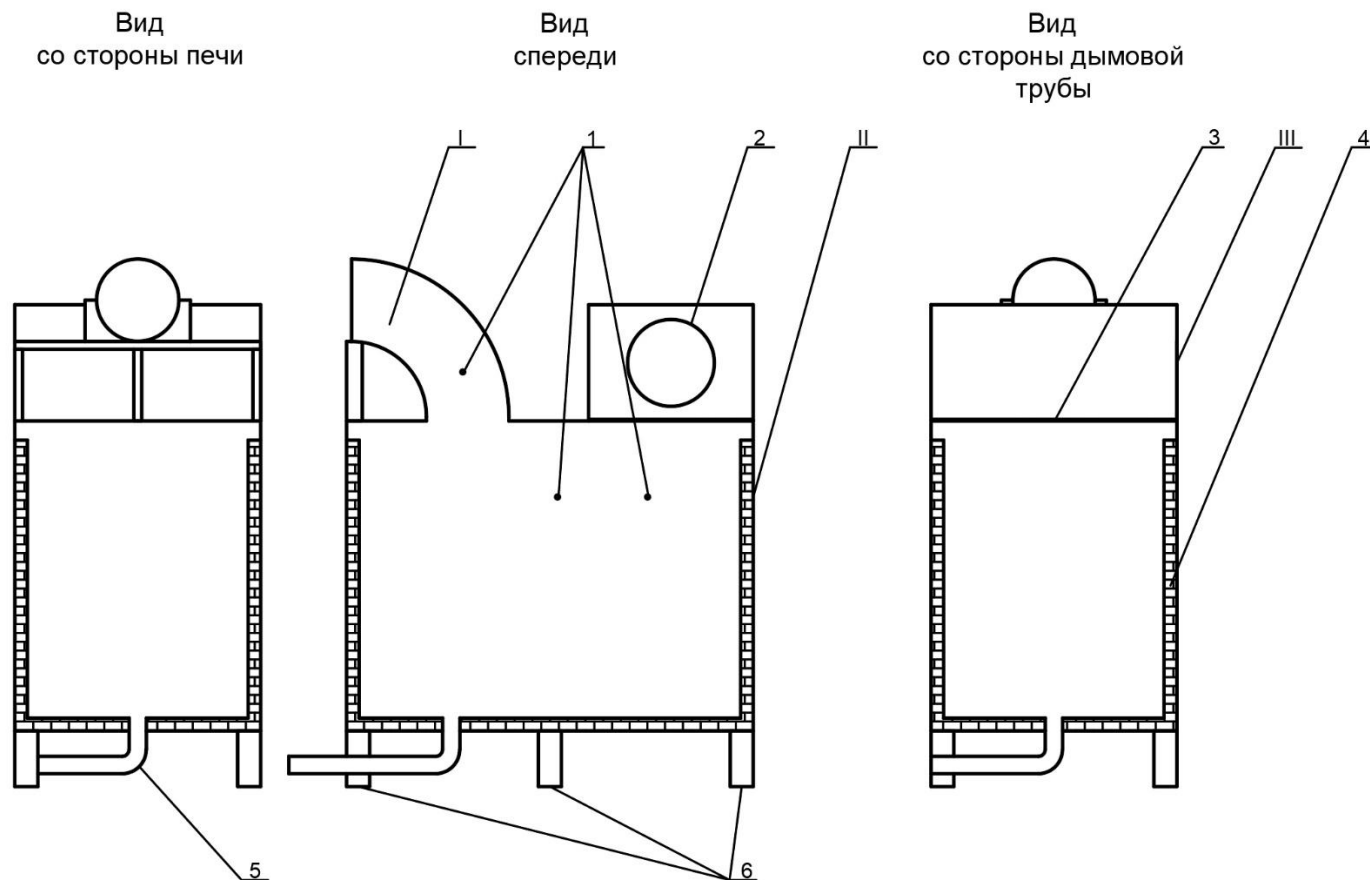
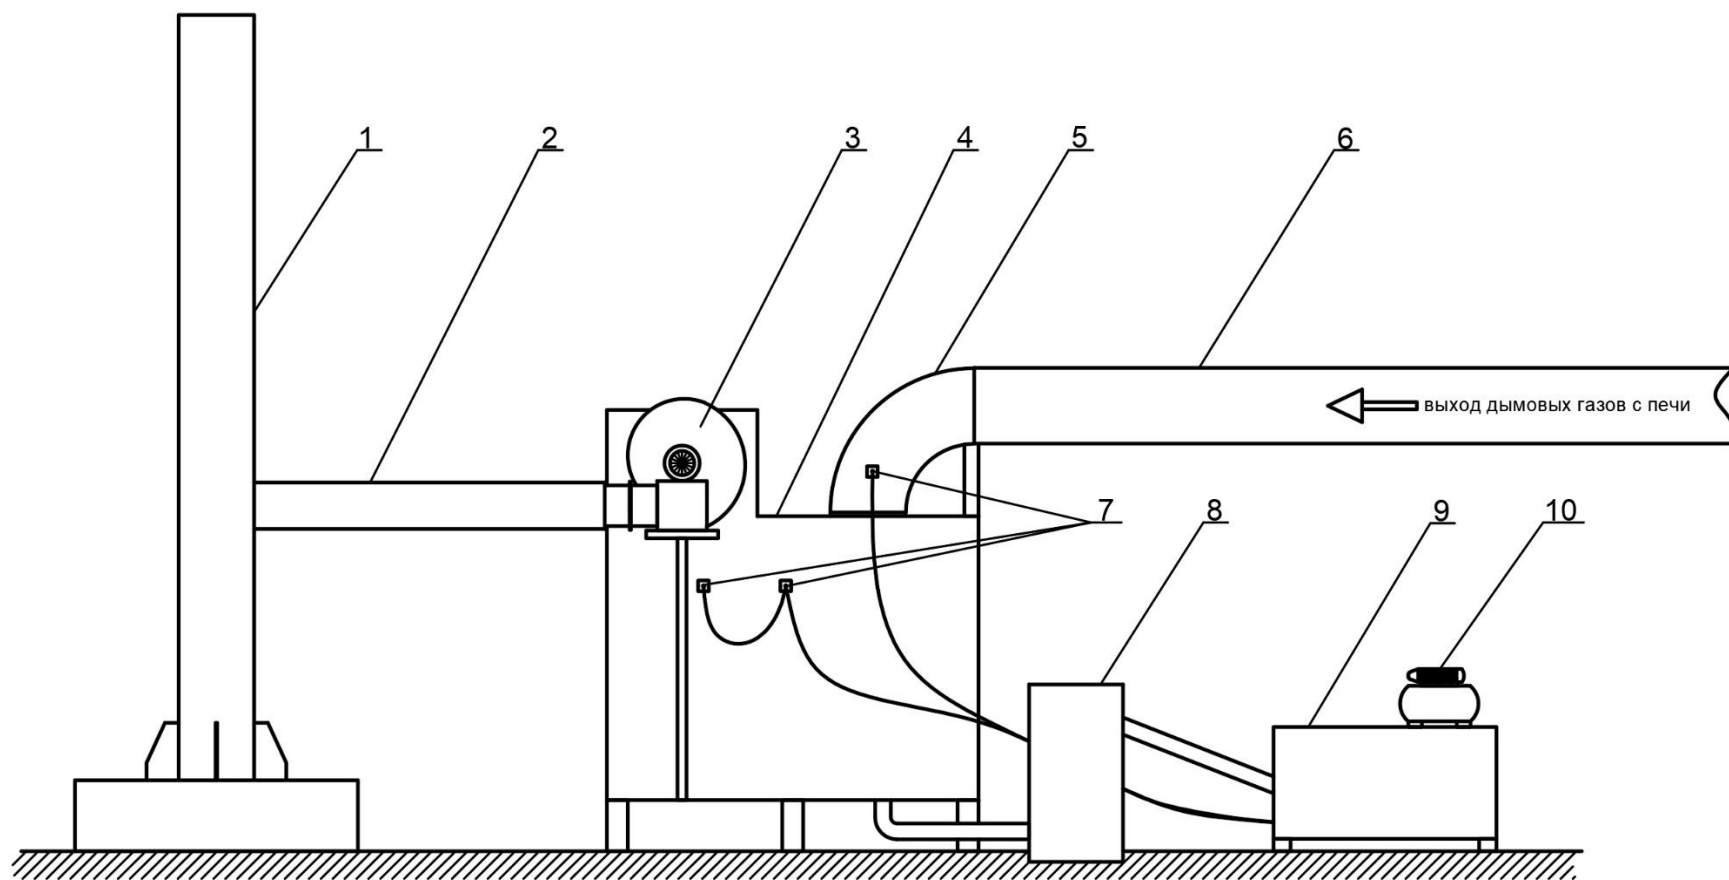

Рисунок 1 – Мокрый фильтр:
Рисунок 2 – Установка мокрого фильтра в сборе:
Мокрый фильтр состоит из следующих основных частей (рис.1):
- камера приема дымовых газов – входной патрубок (рис.1 - I). Во входном патрубке имеется монтажное отверстие, куда устанавливается форсунка. Во входном патрубке происходит предварительное увлажнение дымовых газов. Диаметр патрубка – не менее Ду300.
- основная камера – камера увлажнения (рис.1 - II). В камере увлажнения имеются два монтажных отверстия (рис.1 - 1), для установки форсунок. В камере увлажнения происходит полное увлажнение дымовых газов. Стенки камеры футерованы огнеупорным кирпичем (рис.1 - 4). С помощью металлической сетки (рис.1 - 3) происходит просеивание твердых частиц дымовых газов.
- камера выхода нейтрализованных дымовых газов (рис.1 - III). В ней имеется монтажное отверстие (рис.1 - 2) для установки дымососа.
Монтажные отверстия для форсунок (рис.1 - 1) служат для установки форсунок для разбрызгивания жидкости дымовым газам.
Монтажное отверстие для дымососа (рис.1 - 2) служит для установки дымососа и откачки очищенных дымовых газов.
Металлическая сетка (рис.1 - 3) предназначена для отделения твердых частиц дымовых газов.
Огнеупорный кирпич (рис.1 - 4) служит для футеровки стен мокрого фильтра и защищает от рабочей среды.
Патрубок отстойника (рис.1 - 5) служит для отвода сажи и жидких частиц дымовых газов после увлажнения.
После сжигания горючих отходов в печи, горячие, загрязненные частицами золы, газы поступают через входной патрубок (рис.1 – I) в камеру увлажнения (II).
Далее дымовые газы поступают в основную камеру – в камеру увлажнения (рис.1 – II). В камере увлажнения происходит полный контакт дымовых газов с жидкостью, где смачиваются и уносятся в отстойник (рис.2 – 8) пылевидные частицы через патрубок отстойника (рис.1 – 5), а газовые соединения растворяются в воде, образуя кислоты.
Очищенные дымовые газы проходя через перегородки из металлической сетки (рис.1 – 3) откачиваются дымососом и подаются через воздуховод (рис.2 – 2) в дымовую трубу (рис.2 – 1).